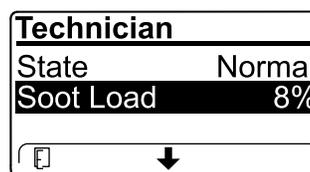

Bild 63
- Zeigen Sie die Rußlast an, die als Prozentsatz des Rußes im Dieselpartikelfilter (Bild 63) gemessen wird, siehe Tabelle für die Rußlast.